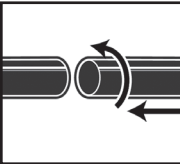

FIGURA 3
8. Acople uno de los accesorios de limpieza (dependiendo de lo que desee limpiar) a la manguera. Gírelo ligeramente para ajustar la conexión. **FIGURA 3.**